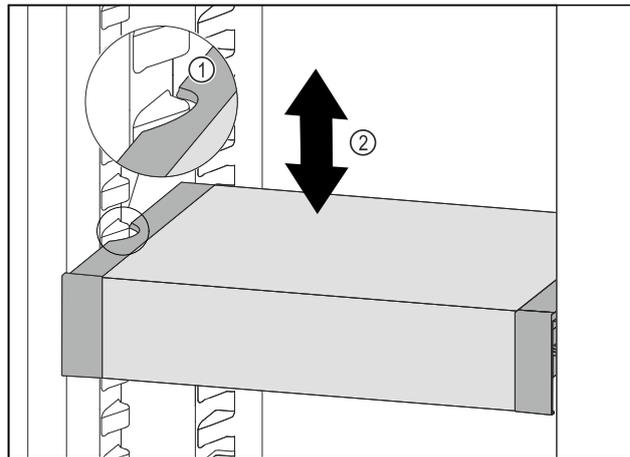

Fig. 92
- ▶ Изтеглете VarioSafe напред, докато страничните прорези на VarioSafe се намират на височината на реброто на съда в хладилната част. Fig. 92 (1)
- ▶ Преместете VarioSafe нагоре или надолу в хладилната част, докато се достигне желаната височина. Fig. 92 (2)